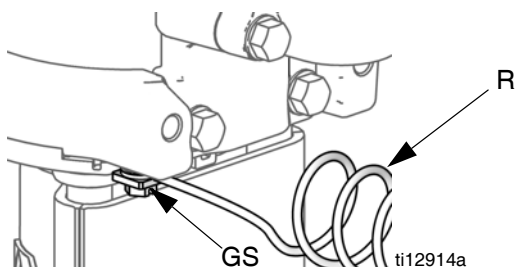

FIG. 2. Vis et fil de mise à la terre
1. Pompe : consultez la section FIG. 2. Vérifiez si la vis de mise à la terre (GS) est correctement fixée et serrée sur le moteur pneumatique. Raccordez l'autre extrémité du fil de terre (R) à une véritable prise de terre.